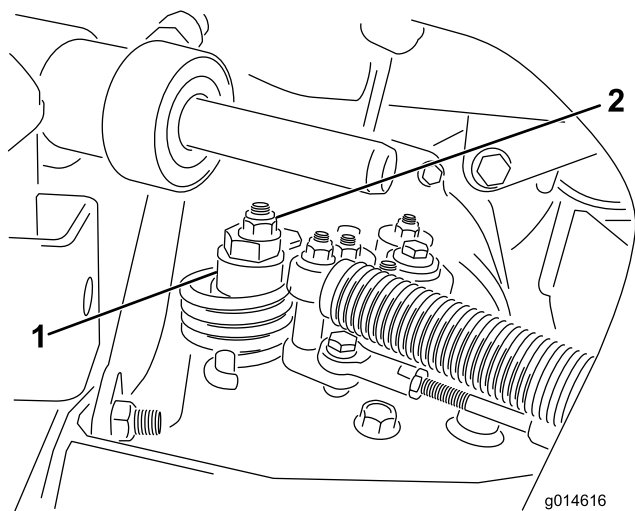

図 46
- A. 偏芯ナットをไฮドロスタット上部に止めているナットをゆるめる **図 46**。
- C. どちらにも車輪が回らないように偏芯ナットを回して調整する。調整ができたなら固定ナットを締める **図 46**。スロットルSLOWおよびFAST位置で調整が正しいことを確認する。